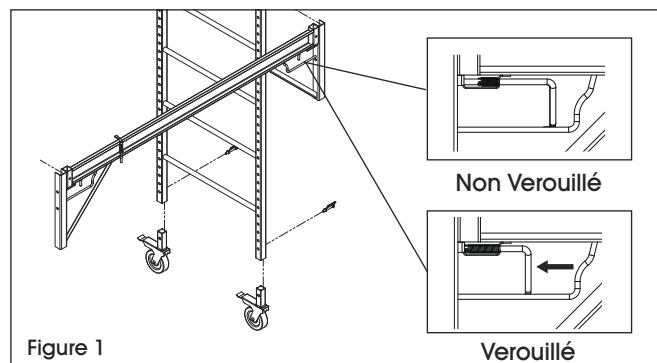

Figure 1
- Fixez chaque renfort latéral (C) aux cadres d'extrémité (A) à la hauteur de plateforme désirée. Assurez-vous que les goupilles d'arrêt sur chaque renfort latéral sont bien verrouillées dans les cadres d'extrémité à tous les quatre points de contact. (Voir Figure 1)